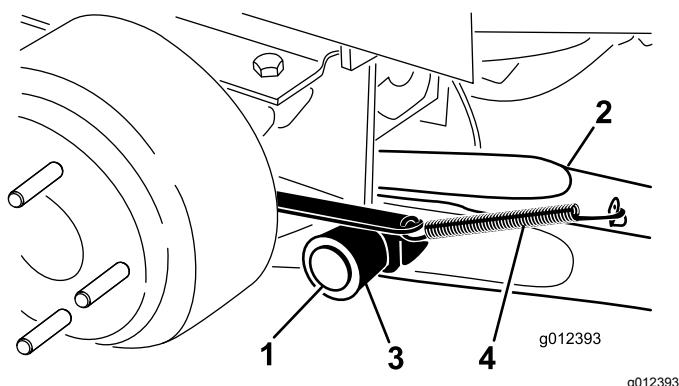

Bild 3
4. Befestigen Sie einen Hubarm mit einem Schwenkstift und einem Splint an der Schwenkhalterung (Bild 3). Montieren Sie den Hubarm so, dass die Biegung nach außen zeigt.
5. Haken Sie die Bremsrücklauffeder in die Nase am Hubarm ein (Bild 3).